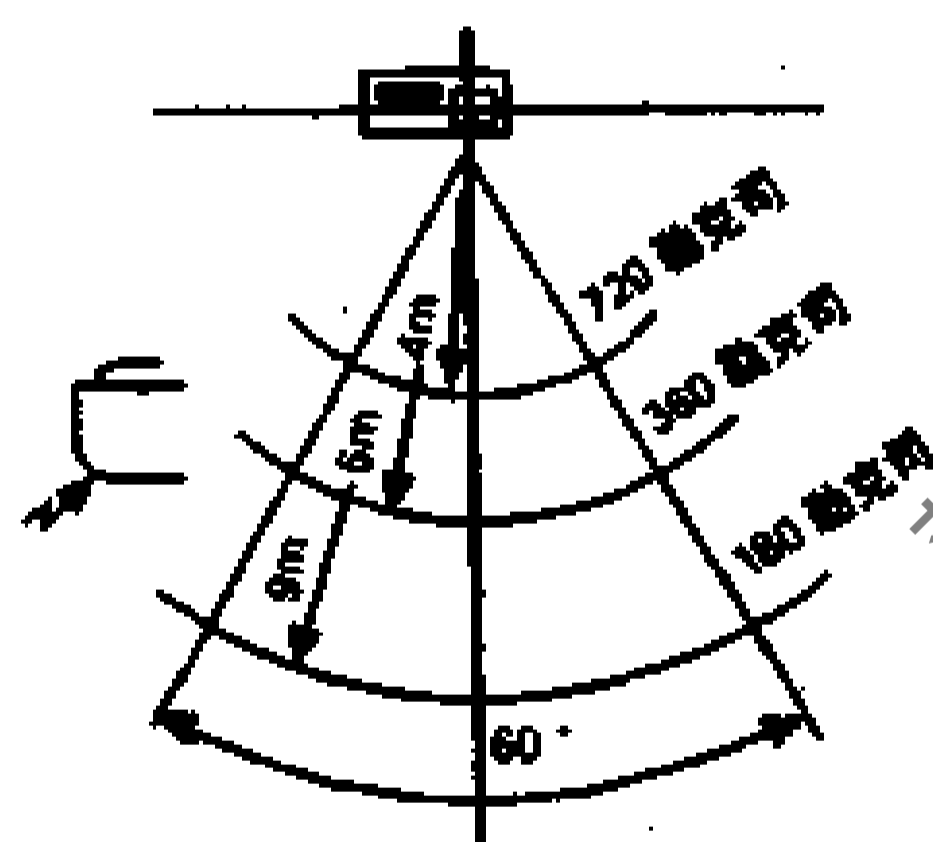

图 6-2-17
- (3) 操作范围如上图所示，但是根据使用条件，例如照度、阳光等的不同，范围会改变。
- (4) 如果接收部分受直射阳光和强光照射、操作距离将会缩短，甚至会引引起不能从遥控器接收控制信号的情况。
- (5) 接收器照度与接收信号距离之间的关系。如图 6-2-17 所示。(顶视图)